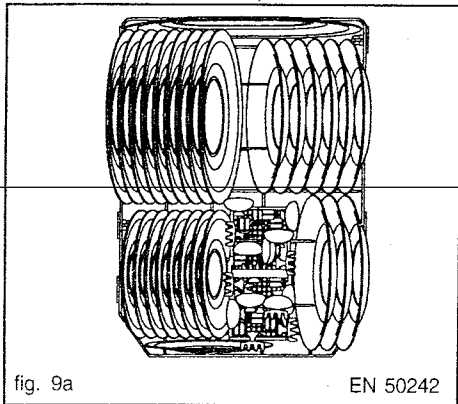

fig. 9a
2. Placer dans ce panier: assiettes plates, creuses, à dessert, casseroles et plats. Exemple de disposition de la vaisselle (fig. 9a-9b):.